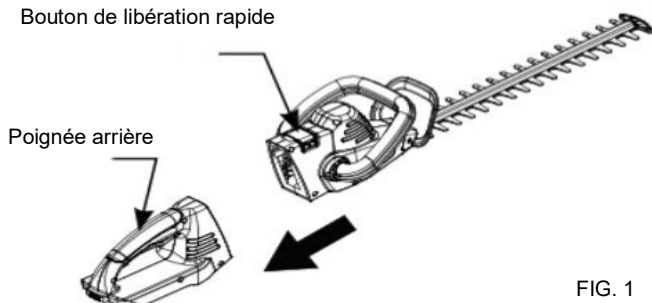

FIG. 1
1. Levez le bouton de libération rapide. Tirez pour enlever la poignée de la tête de coupe. (Fig. 1)